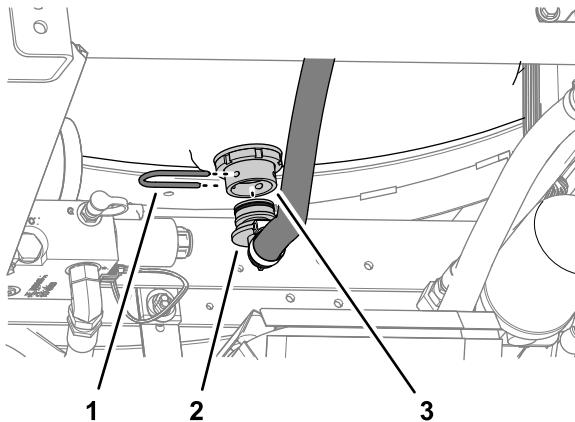

Figura 3
3. En la parte inferior del depósito de enjuague, retire la horquilla de retención que sujeta el acoplamiento de 90° de la manguera de alimentación al pasamuros (**Figura 3**).
4. Retire el acoplamiento de 90° del pasamuros (**Figura 3**).